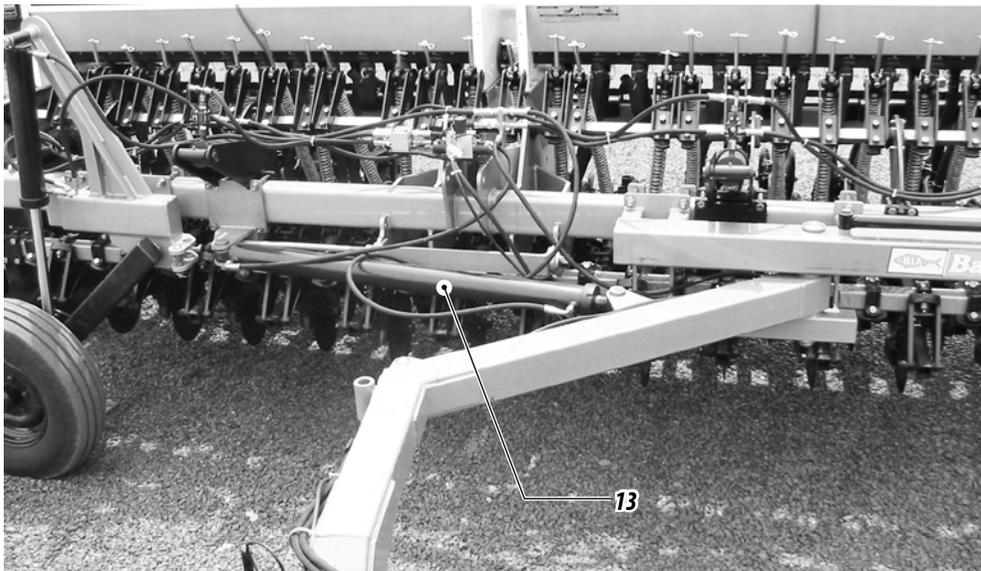

Figura 44
09 - Accione el pistón hidráulico (13) para abrir el cabezal a través de la llave (n° 3 en el panel). FIGURA 44.